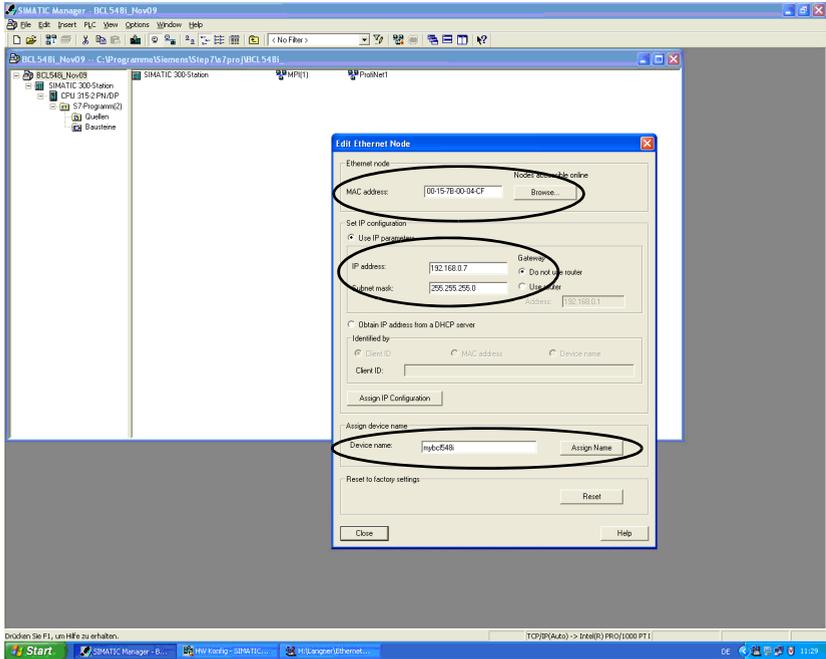

Figura 10.3: Indirizzo MAC - indirizzo IP - di nomi di apparecchio individuali
- Assegnazione del nome di apparecchio agli IO Devices progettati (figura 10.3...)